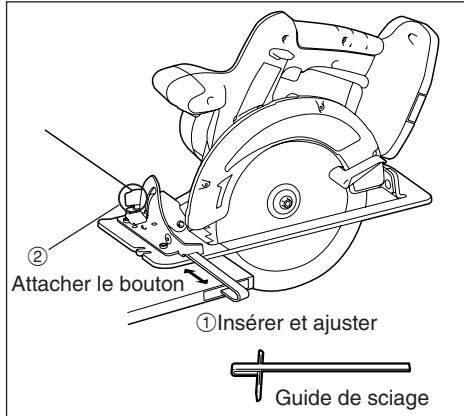

Fig. 8
• Insérez le guide de sciage et ajustez la largeur de sciage (Voir la fig. 8).